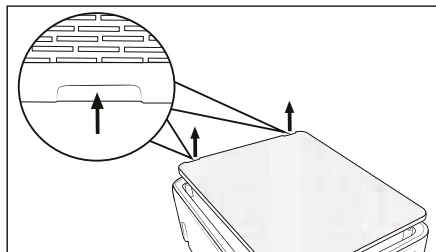

Fig. 5
- ◆ Retirez le cache **6** au niveau des poignées encastrées situées sur la face supérieure de l'appareil (fig. 5). Avec un aspirateur, aspirez les deux côtés du cache **6**. Un nettoyage du filtre EPA **7** n'est pas nécessaire. Fixez à nouveau le cache **6** sur l'appareil afin que les poignées encastrées se situent sur la face supérieure de l'appareil.